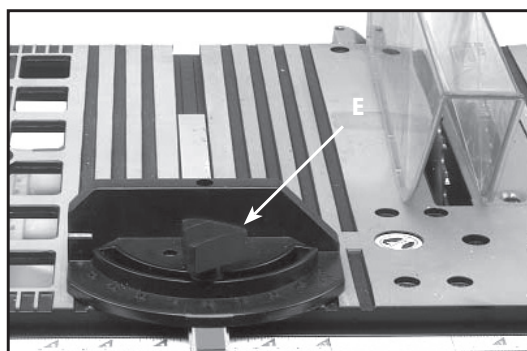

Fig. 34
Para poner en funcionamiento la guía de inglete, afloje la perilla de bloqueo (E), Fig. 34, y gire la guía de inglete hasta obtener el ángulo deseado.